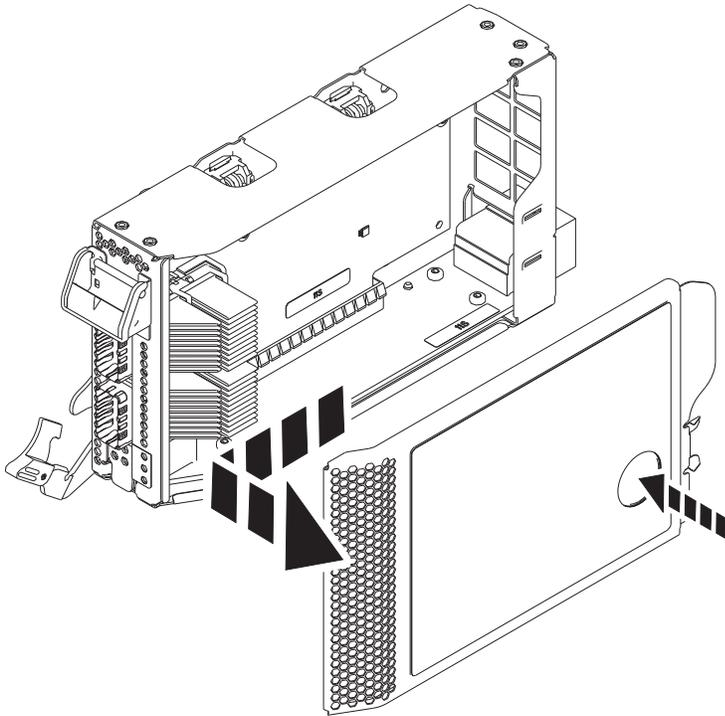

Abbildung 15. Kassettenabdeckung des PCIe-Adapters ausbauen
- a. Drücken Sie auf die terrakottafarbene Schaltfläche auf der Kassettenabdeckung, wie in Abb. 15 auf Seite 17 dargestellt, um die Abdeckung von der Kassette zu lösen.